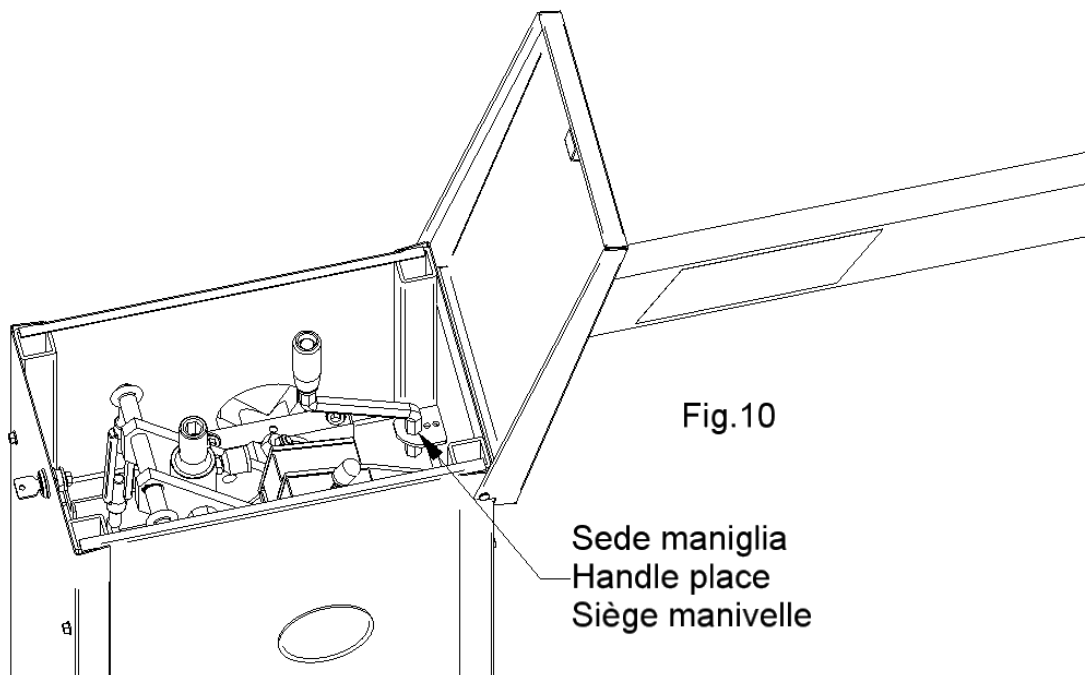

Fig.10
- Aprire il coperchio (pos.42) aprendo la serratura (pos.34).
- Inserire la maniglia (pos.43) nell'innesto comando manuale (pos.32) con sede esagonale presente sulla vite che movimenta l'albero oscillante.
Ultimata la manovra manuale la maniglia va ricollocata nella sua sede (vedi fig.10) ed il coperchio va nuovamente chiuso a chiave. Attenzione con il coperchio aperto non è possibile, per ovvii motivi di sicurezza, il comando motorizzato della barriera poiché il finecorsa di sicurezza (pos.69) è attivato.
- open the cover (pos.42) opening the lock (pos.34).
- insert the handle (pos.43) in the graft command manual (pos.32) with present hexagonal center on the screw that it enlivens the oscillating tree.
Completed the manual manoeuvre , the handle must be replaced in its center (see fig.10) and close again the cover with the key . Warning: when the cover is open is not possible, for safety, the motorized command of the barrier since the safety limitswitch (pos.69) is activated.
- Ouvrir le couvercle (pos.42) en ouvrant la serrure (pos.34).
- Insérer la poignée (pos.43) dans le greffe commande manuel (pos.32) avec siège hexagonal présent sur les vies qui mouvementent l'arbre oscillant.
- Tourner la poignée en sens horaire ou contraire aux aiguilles d'une montre pour mouvementer la lisse dans les 2 sens. Achevée la manoeuvre manuelle la poignée va repositionnée dans son siège (vois fig.10) et le couvercle va nouvellement fermé à clé. Attention avec le couvercle ouvert n'est pas possible, pour des evidentes raisons de sûreté, le commande motorisé de la barrière puisque le fin de course de sûreté (pos.69) est activé.